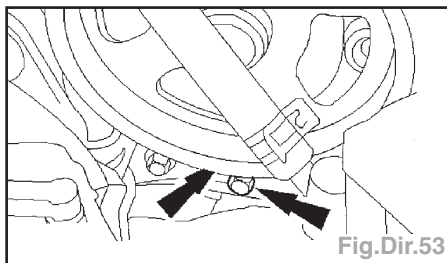

Fig.Dir.53
- Déposer la patte de support de pompe de direction assistée (Fig.Dir.53).